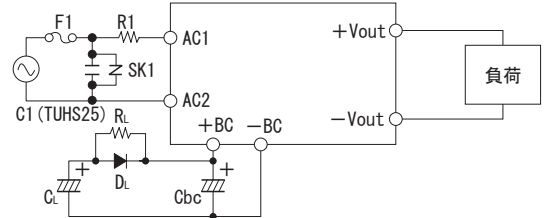

図5.5 長保持時間接続
- 図5.5のように接続することで、電源の保持時間を長く設定することができます。 C_L への充電電流は1[A]程度となるよう R_L の設定をお願いします。 D_L は600[V]以上の耐圧品をお使いください。詳細はお問い合わせください。